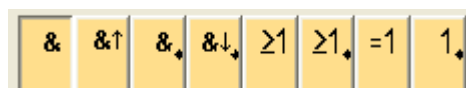

Figura 19. Funciones Básicas.
11. Ahora se procederá a colocar las dos compuertas **OR** y las dos **AND**, para ello de clic en el icono de las funciones básicas **GF** (F7) del *Editor de diagramas* (Figura 7). Aparecerán las opciones mostradas en la Figura 19, estas funciones básicas representan en ese orden a AND, AND con detección de flanco, NAND, NAND con detección de flanco, OR, NOR, EXOR y NOT .